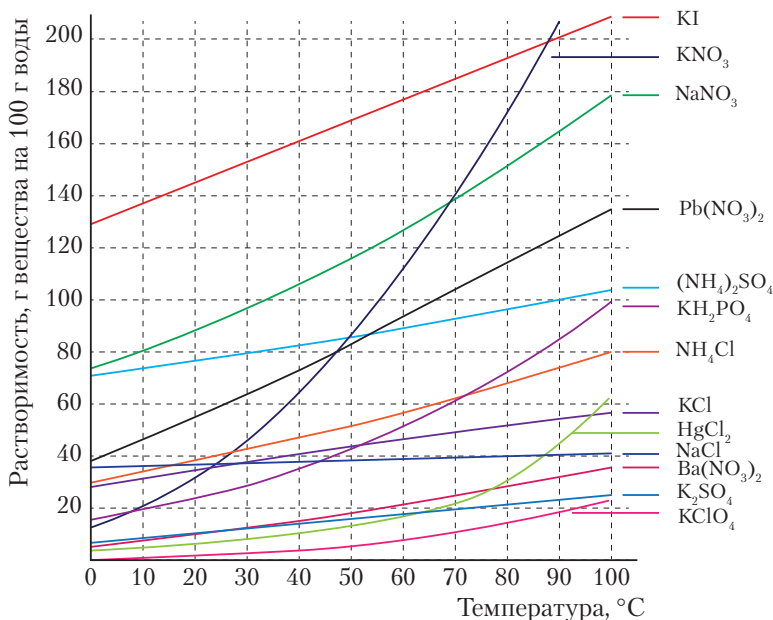

Рис. 51. Зависимость растворимости твёрдых веществ от температуры
Растворимость *твёрдых* и *жидких* веществ зависит от их природы и температуры раствора. С увеличением температуры растворимость большинства твёрдых веществ и жидкостей заметно возрастает (рис. 51). При охлаждении, соответственно, растворимость уменьшается и часть вещества выпадает в виде осадка — кристаллизуется.
4. Даны соединения: хлороводород, нитрат калия, хлорид калия, хлорид натрия, оксид серы(IV), аммиак. С помощью кривых растворимости (рис. 51), а также знаний о растворимости газов определите вещества, растворимость которых в воде при повышении температуры: а) возрастает; б) практически неизменна; в) уменьшается.
6. По кривым растворимости (рис. 51) найдите растворимость солей: нитрата натрия, хлорида аммония и хлорида натрия при $20\text{ }^{\circ}\text{C}$, $50\text{ }^{\circ}\text{C}$, $70\text{ }^{\circ}\text{C}$.